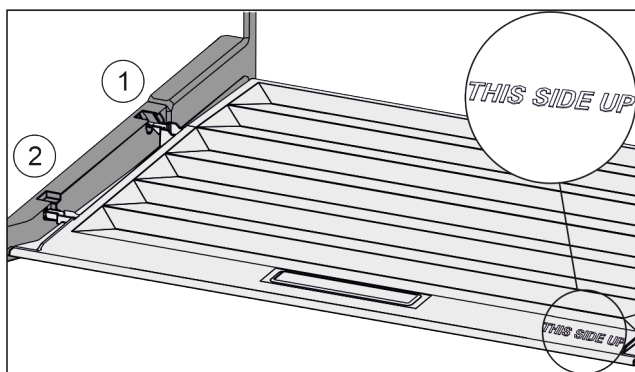

Fig. 85
- ▶ Skyv inn dekseltrinn via åpningen til bakre holder Fig. 85 (1) og klikk dem på plass i fremre holder Fig. 85 (2).